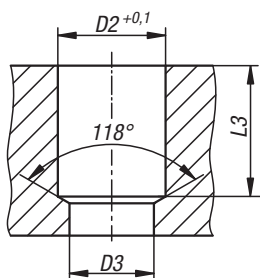

Abb.2
- Respect du perçage étagé D2/D3 selon la fiche technique (fig. 2)
- Tolérance d'alésage D2 = $+0,1$ mm (fig. 2)